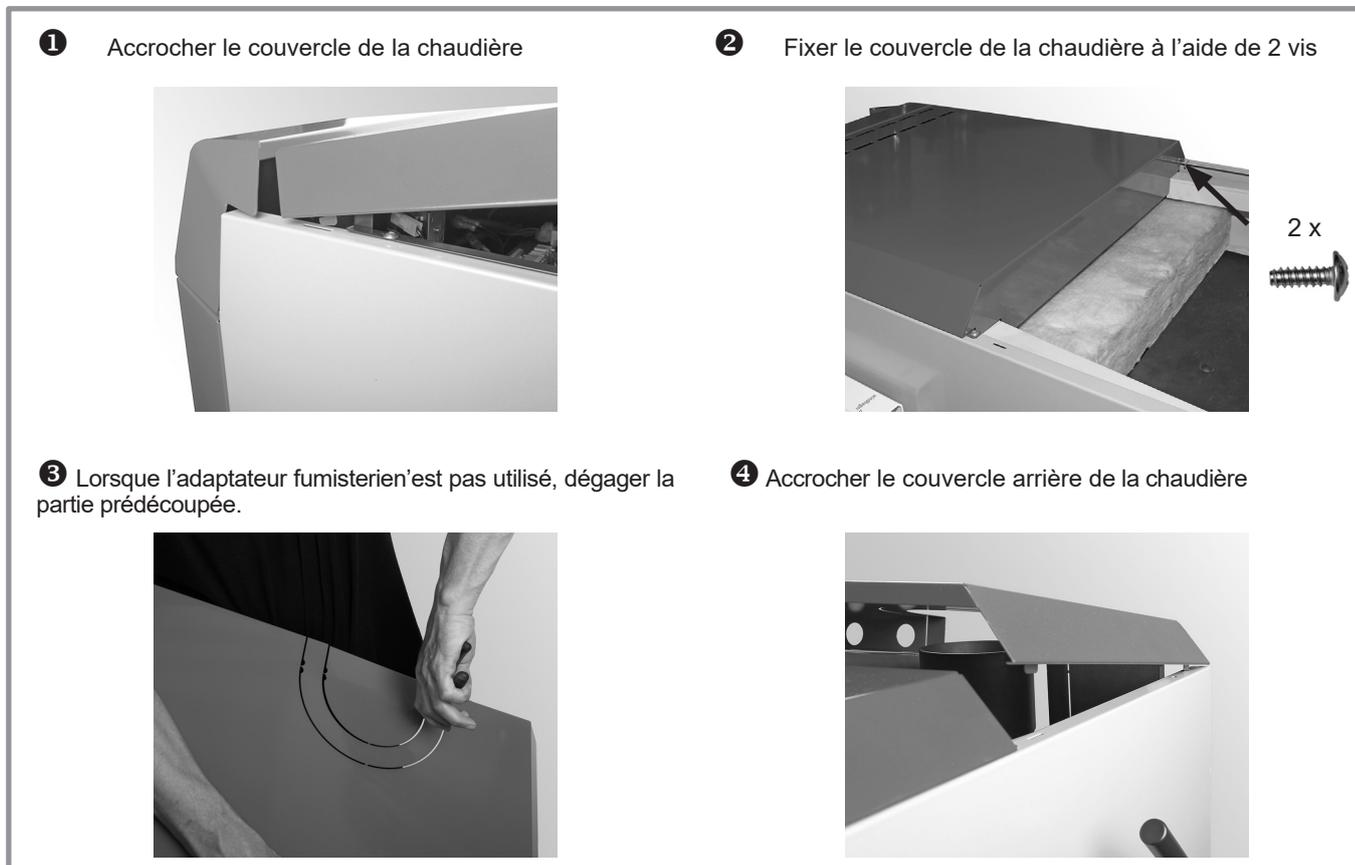

fig. 28 - Montage des couvercles avant et arrière
- Accrocher le couvercle avant de la chaudière dans les parois latérales (fig. 28 - ①) et le fixer à l'arrière à l'aide de 2 vis à tête (fig. 28 - ②).
- Si l'adaptateur* pour le ventilateur (* option) n'est pas utilisé, dégager l'orifice prédécoupé au niveau du couvercle arrière de la chaudière (fig. 28 - ③).
- Accrocher le couvercle arrière de la chaudière dans la fente de l'habillage de la paroi latérale prévue à cet effet (fig. 28 - ④).